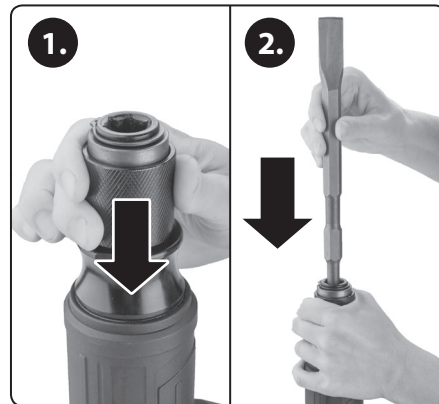

Abb. 2
3. Bringen Sie den Meißelhammer in vertikale Position mit dem Spannkopf nach oben (Abb. 2, Schritt 1) und setzen Sie den Meißelschaft mit Sechskant ein (Abb. 2, Schritt 2), vor dem Einsetzen stellen Sie die gewünschte Position des Meißels ein (gilt nicht für Spitzmeißel, bei dem die Drehung nicht wichtig ist). Dank der Sechskantaufnahme kann der Meißel in sechs Positionen gedreht werden. Durch Lösen des Spannkopfes wird das eingesetzte Werkzeug gesichert.